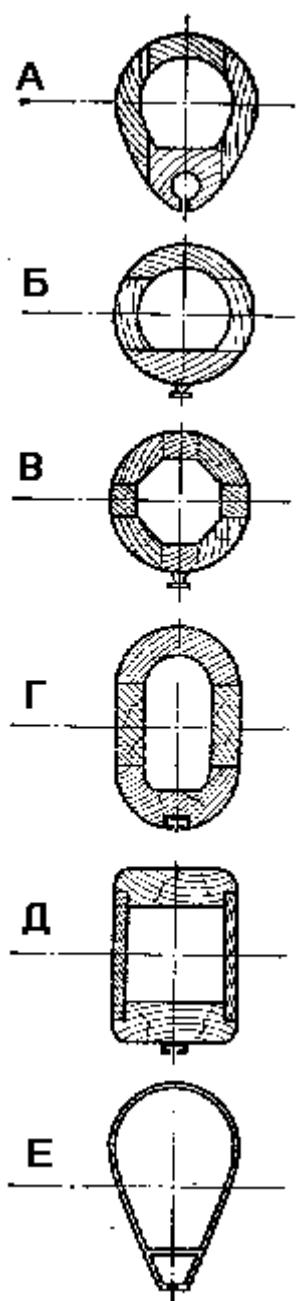
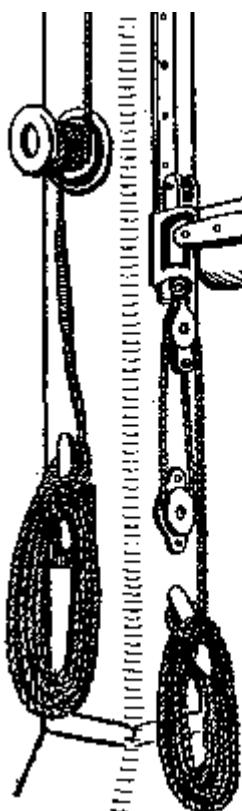

Рис. 37. Сечения рангоута:
Рис. 41. Передвижной вертлюг гика
Грат крепится к гику своим галсовым углом обычно за соответствующую оковку у пятки (внутреннего конца) гика с помощью такелажной скобы или болта. Нижняя шкаторина грота растягивается вдоль гика **гротом-шкотом** — специальной снастью, заделанной в кренгельс шкотового угла. Передняя и нижняя шкаторины крепятся к гику или мачте одним из следующих способов (**рис. 37**):
- шкаторина продергивается внутрь круглого паза с губками (лик-паза) на гике или мачте (**рис. 37, а и е**);
- через люверсы по шкаторинам пришиваются ползуны, которые либо входят внутрь охватывающего их рельса, либо сами охватывают рельс (**рис. 37, б, е, г и д**);
Грот крепится к гику своим галсовым углом обычно за соответствующую оковку у пятки (внутреннего конца) гика с помощью такелажной скобы или болта. Нижняя шкаторина грота растягивается вдоль гика **грота-шкотом** — специальной снастью, заделанной в кренгельс шкотового угла. Передняя и нижняя шкаторины крепятся к гику или мачте одним из следующих способов (**рис. 37**):
— шкаторина продергивается внутрь круглого паза с губками (лик-паза) на гике или мачте (**рис. 37, а и е**); — через люверсы по шкаторинам пришиваются ползуны, которые либо входят внутрь охватывающего их рельса, либо сами охватывают рельс (**рис. 37, б, е, г и д**);
На **рис.37** показаны типовые сечения деревянного и металлического рангоута.
Гик — горизонтальное рангоутное дерево, к которому одним из способов (**рис. 37**) крепится нижняя шкаторина грота (бизани, фока). Гик грота называется **грота-гик** ***, гик бизани — **бизань-гик**, гик фока — **фока-гик**. Конец гика, упирающийся в мачту, называется **пяткой**, противоположный конец — **ноком**. Пятка гика имеет оковку, которая входит в вертлюг, позволяющий гику поворачиваться в стороны и вверх. Вертлюг часто делают передвижным вверх по рельсу (особенно на гоночных яхтах), чтобы иметь возможность добрать парус, не трогая фала, при помощи **галс-оттяжки** (**рис. 41**).
Снасть, которая оттягивает галсовый угол паруса к гику, бушприту или палубе, называется **галсом**. Галсовые углы парусов на мелких яхтах и швертботах крепят прямо на оковки рангоута или корпуса, то есть без галсов в прямом смысле этого слова. Галсы передних парусов делают в виде галс-оттяжек. Ими часто снабжают вертлюги гиков, если они передвижные (см. **рис. 41**). В этом случае фал выбирается в ординар или талями в два лопаря, а полное натяжение шкаторины достигается при подбиании галс-оттяжки.